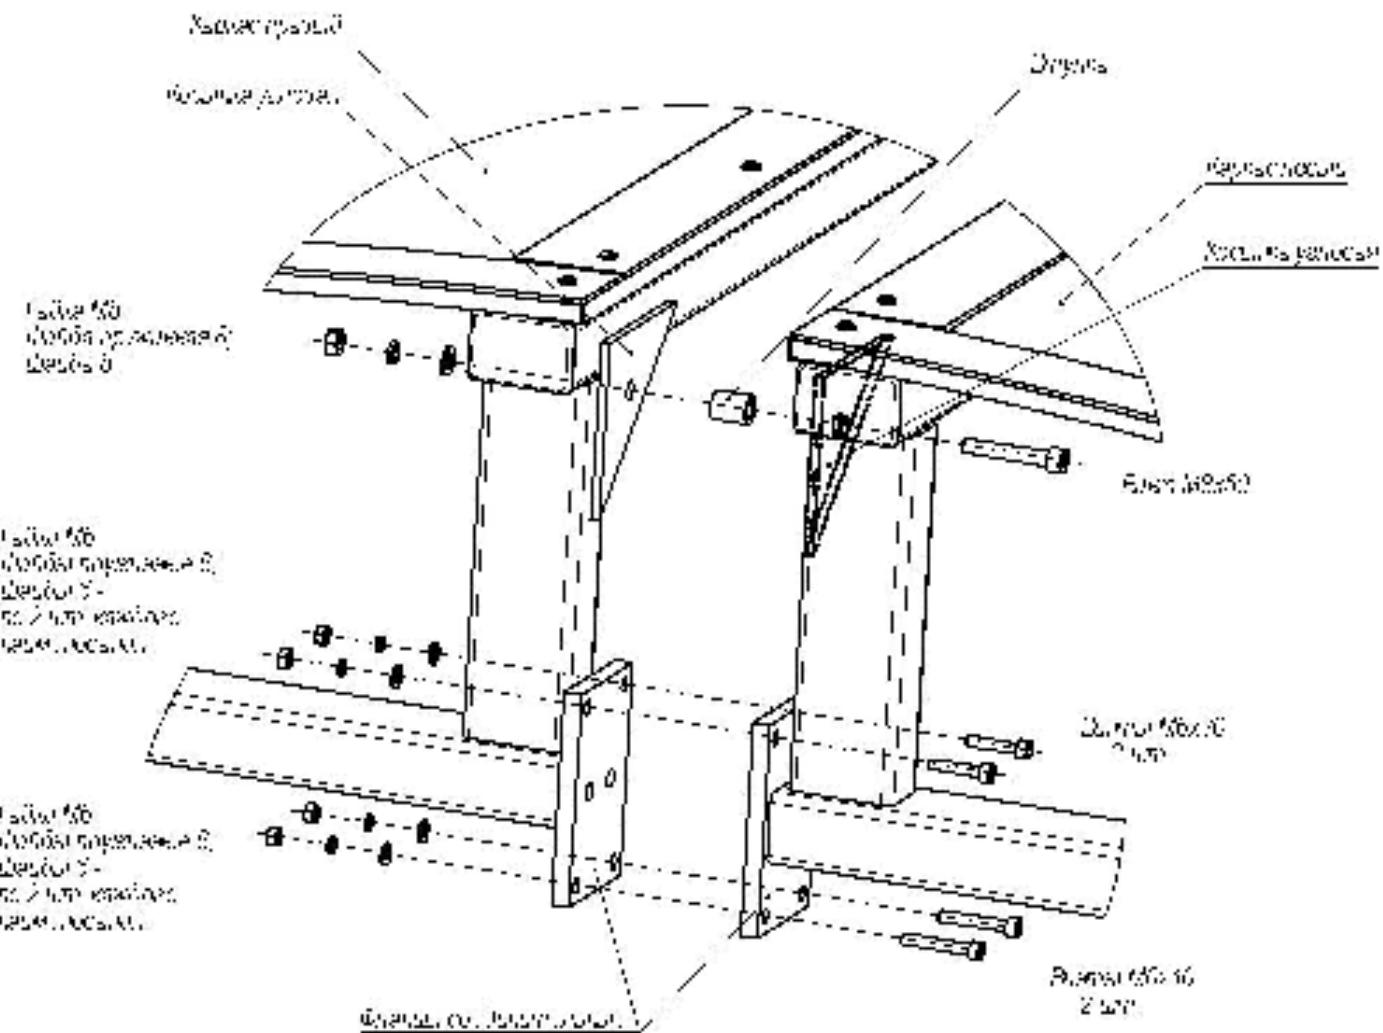

Рисунок 4 – Схема соединения каркасов правого (1) и левого (2)
8.2.7 Изнутри левого каркаса через отверстие в его угловой косынке проденьте винт M8x45, наденьте на винт втулку и вставьте его в отверстие угловой косынки правого каркаса (см. рисунок 4). Зафиксируйте винт изнутри правого каркаса гайкой M8 с двумя шайбами.
- со стороны преграждающей стойки турникета (рисунок 7) выверните из соединительных фланцев каркасов крыши два нижних винта M6x40 с гайками и шайбами (рисунок 4);